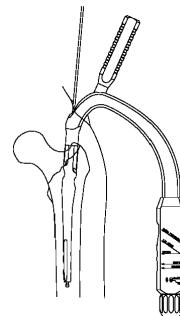

図12
- 9) ネールを髓腔へ挿入します。挿入が困難な場合、T/D 用ロッドインパクターをターゲットデバイスに接続し、軽く叩き込みます。挿入後、ガイドワイヤーを取り外します。 (図12)